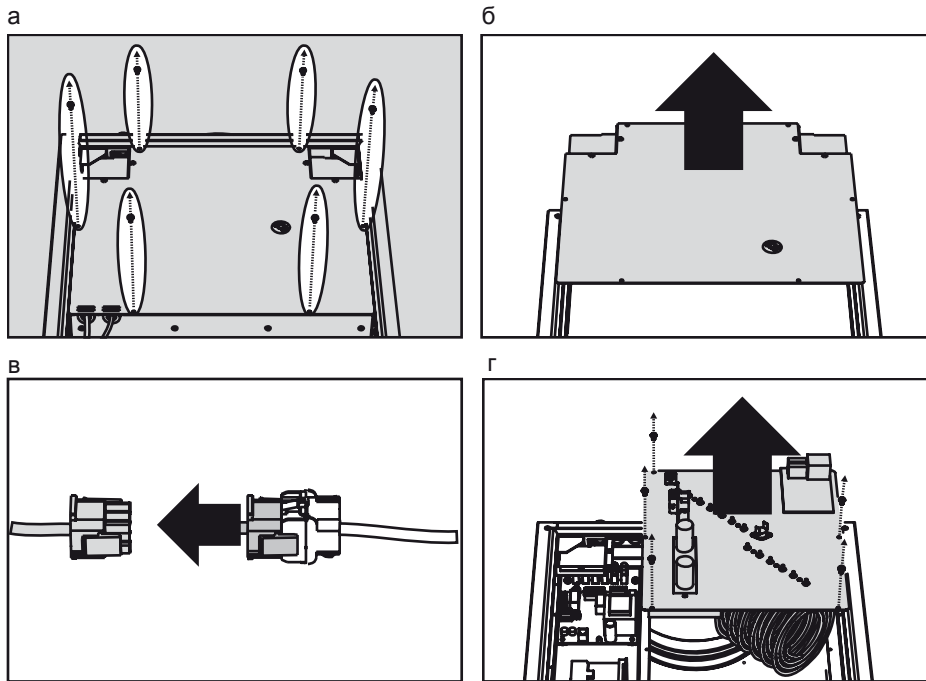
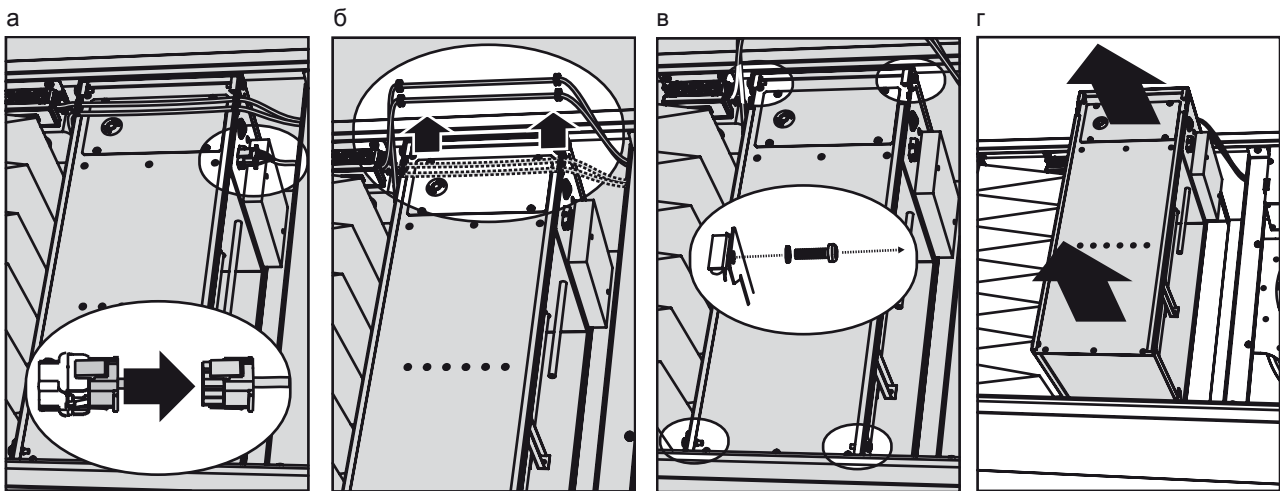

Рис. 4. Отсоединение и извлечение электронного нагревателя LV-WECU 400-V4 и LV-WECU 700-V4.
Рис. 5. Отсоединение и извлечение электронного нагревателя LV-WECU 1000-V4 и LV-WECU 2000-V4.
- при необходимости извлеките электронагреватель, как показано на рис. 4 (LV-WECU 400-V4 и LV-WECU 700-V4) и рис. 5 (LV-WECU 1000-V4 и LV-WECU 2000-V4);
Извлеките электронагреватель, как показано на рис. 4 (LV-WECU 400-V4 и LV-WECU 700-V4) и рис. 5 (LV-WECU 1000-V4 и LV-WECU 2000-V4).